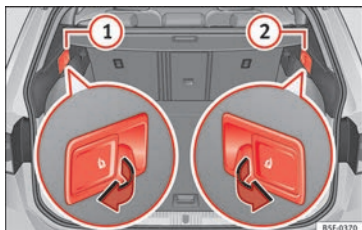

Abb. 152 Im Kofferraum: Entriegelungshebel im Abstand der Teile links (1) und rechts (2) von der Rückenlehne.
- Ziehen Sie am Hebel zur Fernentriegelung auf der linken » Abb. 152 (1) oder der rechten (2) Seite der Rückenlehne in Pfeilrichtung. Der entriegelte Teil der Rücksitzbank klappt nun automatisch nach vorn um.